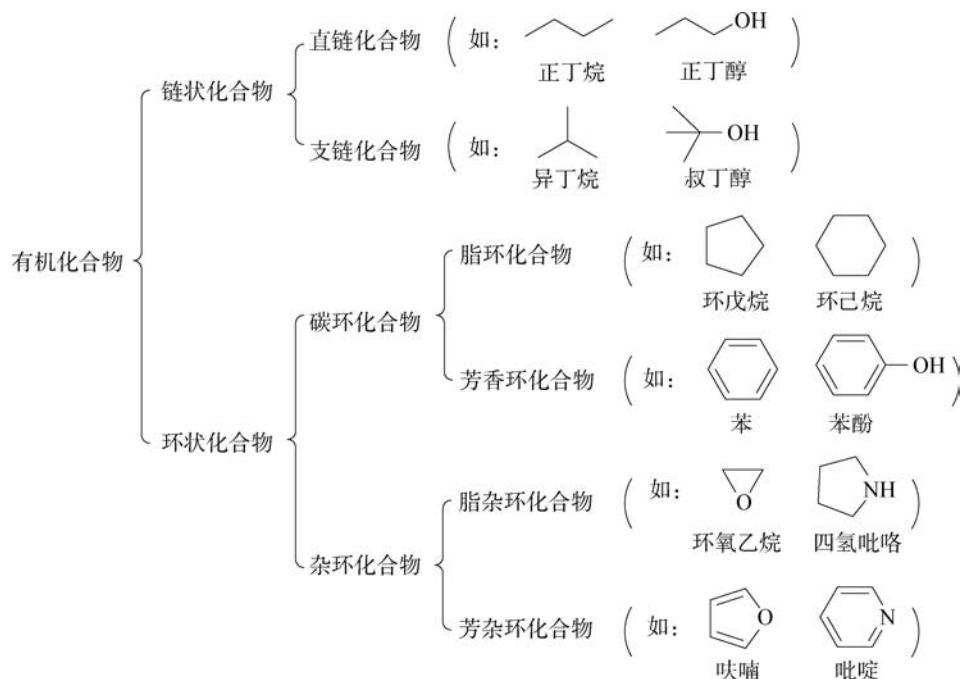

图 7-2 碳原子组成的分子骨架形式
(1) 碳原子成键方式多样，碳原子可与其自身或其他原子以共价 $\sigma$ 键、 $\pi$ 键形成单键、双键、三键形式。
(2) 碳原子组成的分子骨架形式多样，不仅可以组成链状，还可以组成环状。如图7-2所示：链状可以是直链也可以是支链；环状包括碳环（脂环、芳香环）和杂环（脂杂环、芳杂环）类。